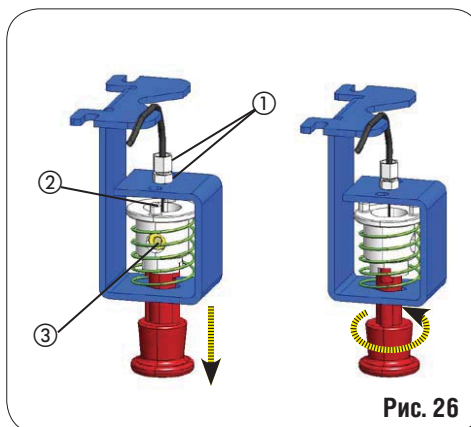

Рис. 26
- Закрутите регулятор, с помощью соответствующей контргайки как показано на рис. 26 об. 1.
- Вставьте стальной кабель вовнутрь регулятора; уложите его внутри устройства расцепления (Рис. 26 об.2).
- Закрепите стальной кабель зажимом и затяните винт (рис. 26 об. 3).
- Соедините черную оболочку кабеля с регулятором (рис. 26 об. 1).
- Заблокируйте кнопку, потянув и повернув ее на 90° удостоверившись, что она не вернется в исходное положение (рис. 26).
- Если необходима регулировка, используйте регулятор кнопки кронштейна (Рис. 26 об. 1).